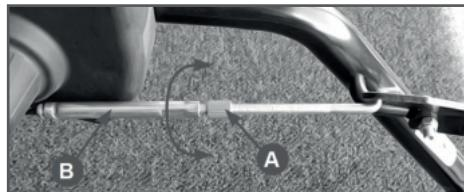

Рис.24 Регулировка троса привода хода
Для регулировки троса привода хода необходимо ослабить контргайку (A) Рис.24 и